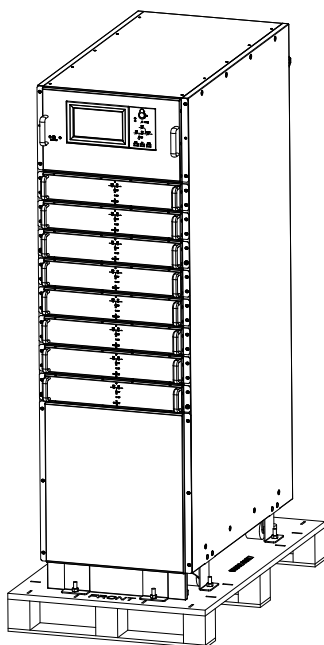

Рисунок 3-3 Снятие защитного слоя пенопласта
- 3) Снимите верхний лист деревянного ящика со стальным кантом с помощью гвоздодера и плоскогубцев; затем снимите боковые листы (см. рисунок 3-3);